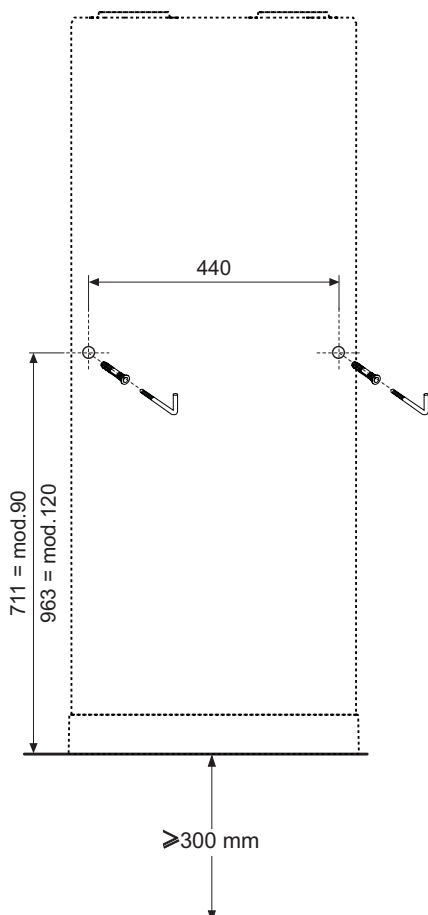

fig. 30 - Indicação de furação
- Perfure de acordo com as instruções de fig. 30.